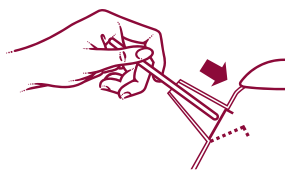

Fig. 2
- Verwijder het anti-kalkfilter door het met een langwerpig maar niet puntig voorwerp vanuit de opening van de schenktuit in het binnenste van de waterkoker te duwen, waardoor het filter loskomt van zijn plaats (fig.2).